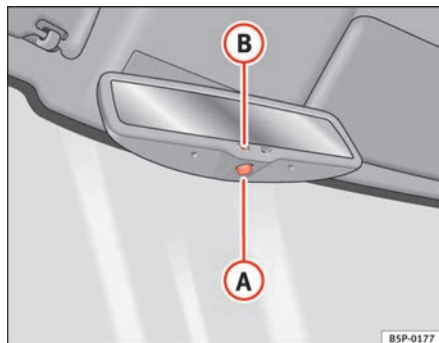

Fig. 70 Retrovisor interior con ajuste automático para posición antideslumbrante.
- Pulse la tecla (A) ⇒ fig. 70. El testigo de control (B) se apaga.
- Pulse la tecla (A) ⇒ fig. 70. El testigo de control se enciende.